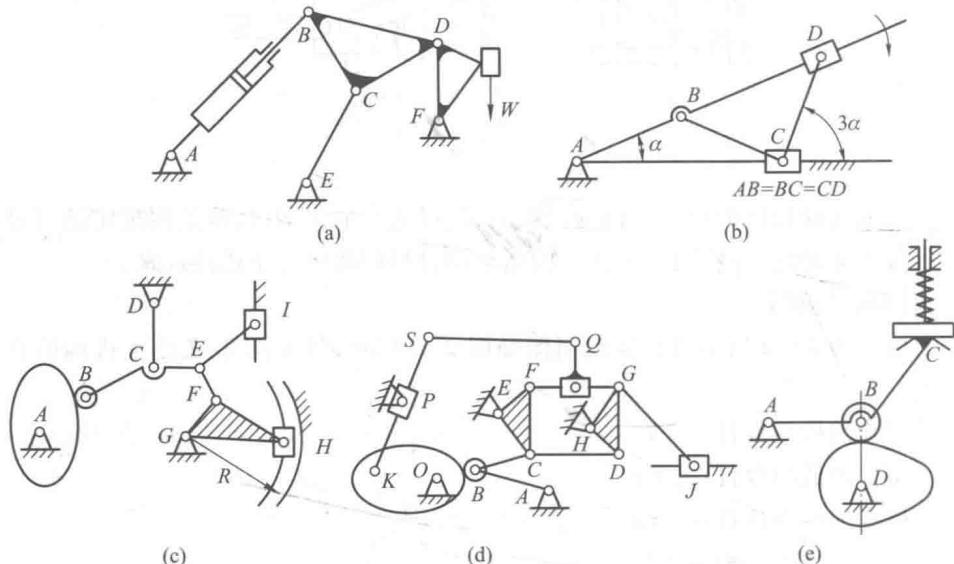

图 2-9
**习题 2-4** 计算图 2-9 所示各机构的自由度，并说明注意事项。